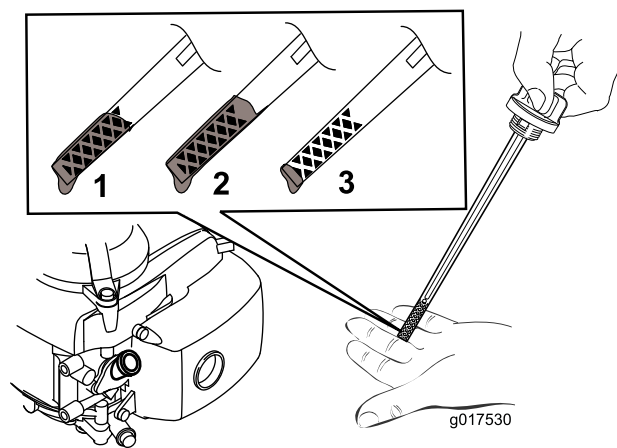

Figura 5
- Controllate il livello dell'olio sull'asta (Figura 5).
- Girate il tappo in senso antiorario ed estraete l'asta di livello (Figura 5).